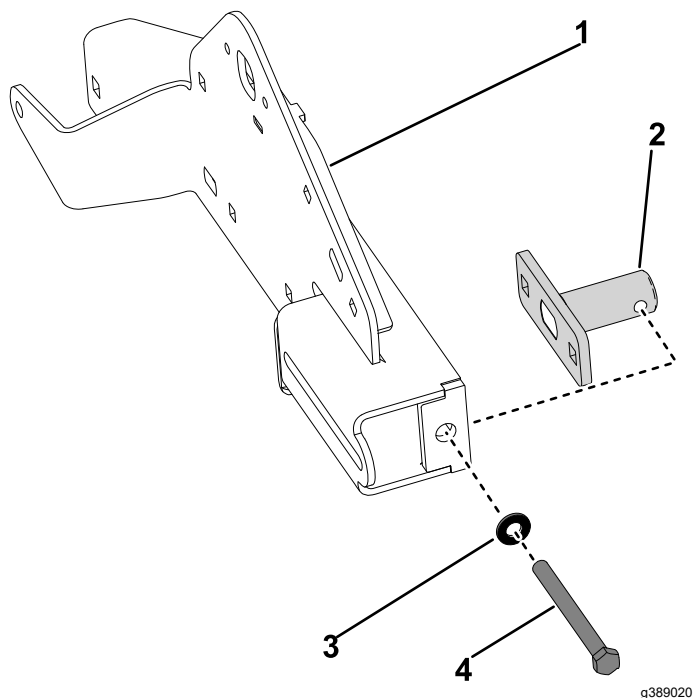

Figura 27
1. Instale o tensor no novo conjunto de suporte da lagarta e prenda-o sem apertar com a anilha ($\frac{3}{8}$ pol.) e o parafuso ($\frac{3}{8} \times 4$ pol.) guardados (Figura 27).